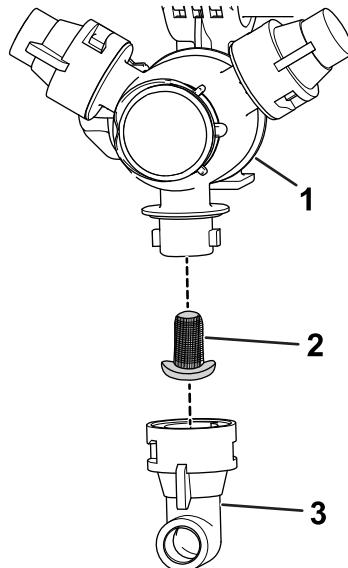

Figura 102
2. Rimuovete l'ugello dalla torretta di irrigazione (Figura 102).
3. Rimuovete il filtro dell'ugello usato (Figura 102).
4. Montate il nuovo filtro dell'ugello (Figura 102).
5. Montate l'ugello sulla torretta di irrigazione (Figura 102).